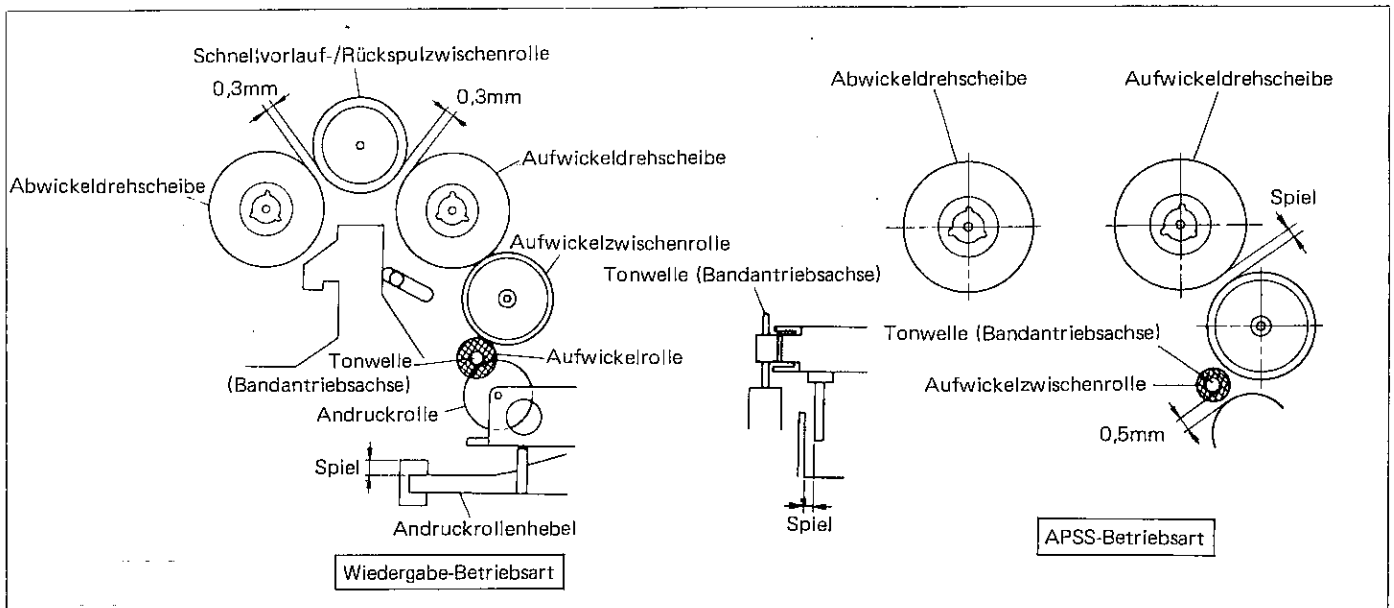

Abbildung 37-2
■ SPIELPRÜFUNG (Siehe Abbildung 37-2.)
3. Wird im obigen Schritt 1 oder 2 ein Mangel festgestellt, die in Abbildung 37-2 gezeigten Teile entsprechend einstellen und außerdem nachprüfen, ob die Nebenchassissrückkehr normal ist.